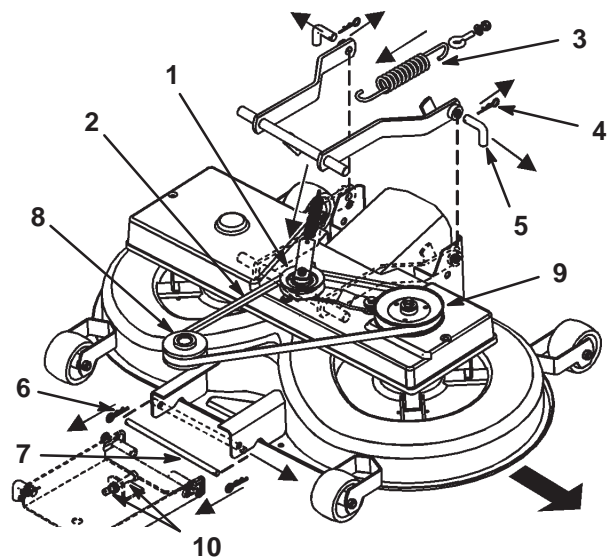

Bild 39
8. Ziehen Sie den Spannarm nach innen. Nehmen Sie den Keilriemen von der Scheibe ab (Bild 39).
9. Nehmen Sie die Feder vom Schalthebel ab (Bild 39).
11. Entfernen Sie die zwei Splintclips von den zwei hinteren Stiften und nehmen Sie die Stifte ab (Bild 39).
12. Entfernen Sie den Splintclip vom vorderen Stift und nehmen Sie den Stift ab (Bild 39).
13. Entfernen Sie den Keilriemen von der Motorscheibe (Bild 39).
2. Entfernen Sie den Keilriemenscheibe und den Spannarm (Bild 39).
7. Drehen Sie den unteren Stift der Einstellung für die vordere Aufhängung in die untere Stellung der geschlitzten Löcher. Stellen Sie hierfür die 2 Muttern (M12) an der vorderen Aufhängung ein (Bild 39).